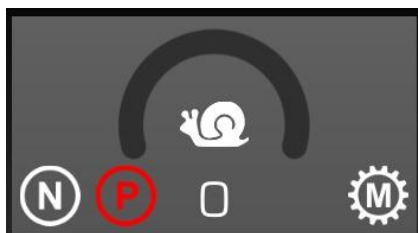

Рисунок 5.53 Индикатор на дисплее – Ручной паркинг
- ▷ На дисплее должен загореться индикатор Ручного паркинга, см. рис. 5.53